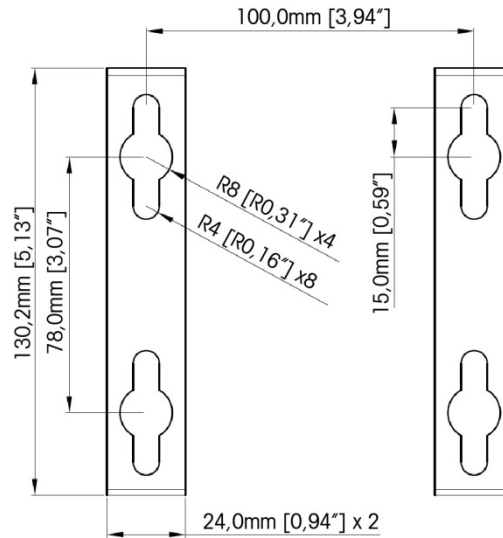
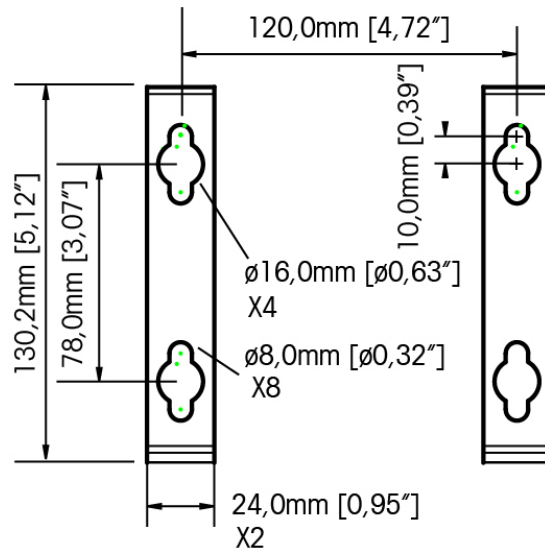

Figure 2-16 : Disposition des emplacements des orifices de montage (VESA 100 x 100 mm) (dans les terminaux IND570 fabriqués après Avril 2016)
Figure 2-17 : Disposition d'origine des emplacements des orifices de montage (dans les terminaux IND570 fabriqués jusqu'à Avril 2016)
- Marquez la position des orifices de montage sur la surface verticale selon les dimensions indiquées sur la Figure 2-16 et la Figure 2-17 ou en maintenant le terminal contre la surface et en faisant des marques par les orifices des supports.